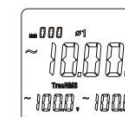

Figura 7-1
- Așa cum se arată în Figura 7-1, vă rugăm să selectați tasta SELECT pentru a selecta locația primei faze atunci când adoptați un sistem trifazat cu patru fire pentru sarcină, astfel încât să se afișeze puterea activă, tensiunea și curentul locației primei faze.